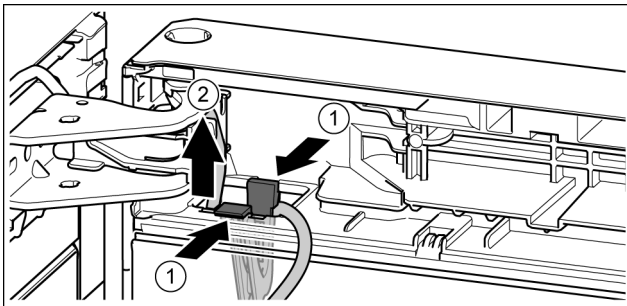

Fig. 20
- ▶ Πιέστε το αυτάκι. Fig. 20 (1)
- ▶ Τραβήξτε έξω το στήριγμα καλωδίου μαζί με το στερεωμένο καλώδιο. Fig. 20 (2)